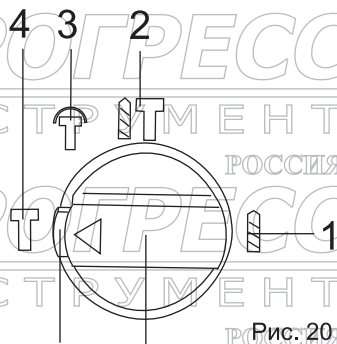

Рис. 20
3. Произведите перемещение переключателя Рис. 20, 21, п.6 по часовой/против часовой стрелки, нажав на фиксатор переключения Рис. 20, 21, п. 5, для выбора соответствующего режима работы перфоратора.
положение, отпустите фиксатор переключения Рис. 20, 21. п. 5, для фиксации переключателя режимов в нужном положении до щелчка.
1. Рис. 20, 21. п.1 - Режим "сверление",
2. Рис. 20, 21. п.2 - Режим "сверление с ударом", применяется для производства отверстий в железобетонных конструкциях сверлом по металлу, через ключевой адаптер-насадку или SDS-Plus насадками, устанавливаемыми непосредственно в SDS-Plus патрон.
3. Рис. 20, 21. п.3 - Сервисный режим «расклинивания» (включение проскальзывающей предохранительной муфты) - позволяющий избежать заклинивания бурового инструмента, производя осевое смещение ведомого вала на 10-15 градусов (40 положений) в противоположные стороны. Этот режим легко и удобно позволяет извлечь бур при его заклинивании без повреждений, как для бурового инструмента, так и самого перфоратора, тем самым продлевая их срок службы.
4. Рис. 20, 21. п.4 - Режим "Чистое долбление".